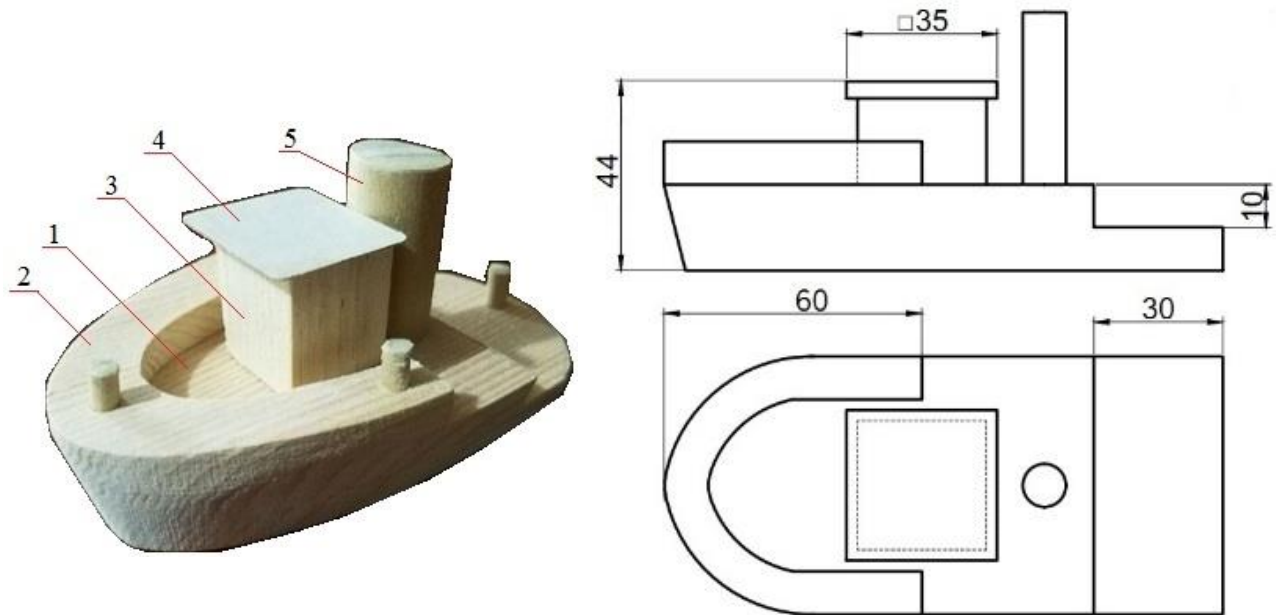

Рис. 1
- 1) По данному образцу (Рис. 1) разработайте технологическую карту (Таблица 1) для изготовления корпуса кораблика.
- 3) Изделие состоит из пяти деталей (Рис.1):